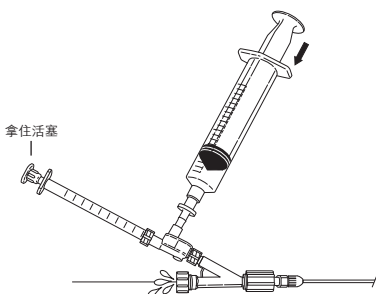

图6
8. 拿住1毫升注射器的活塞不动，缓慢推20毫升注射器，将所有剩余的气泡排出。排除系统中的所有空气之后，拧紧末端闭塞器周围的Tuohy-Borst阀。(图6)